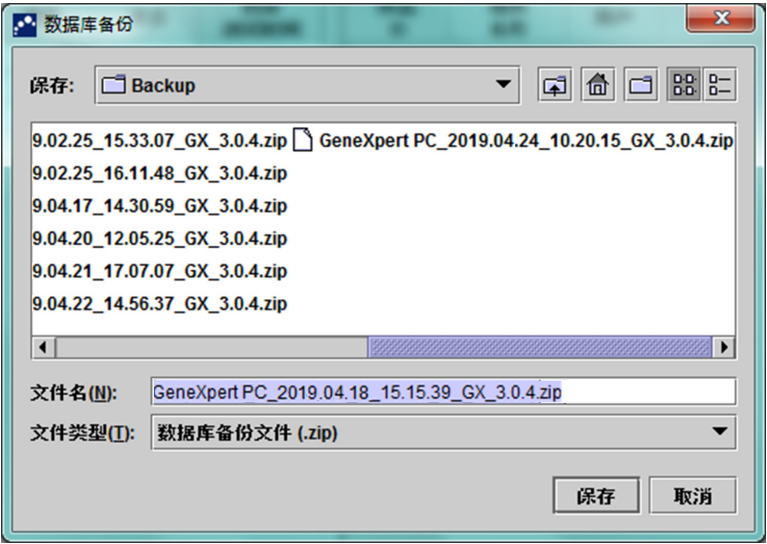

图 5-78. “数据库备份”对话框
3. 在“数据库恢复”对话框中单击**继续**，以继续执行数据库备份（参见图 5-77）。此时将出现“数据库备份”对话框。参见图 5-78。
4. 找到并选择要用于存储备份文件的文件夹，为备份文件键入名称（或使用默认文件名），然后单击**保存**。参见图 5-78。